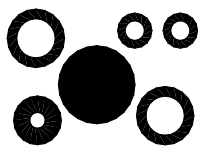

Fig. U5.26
6. Ce comandă permite realizarea desenelor din Fig. U5.26?